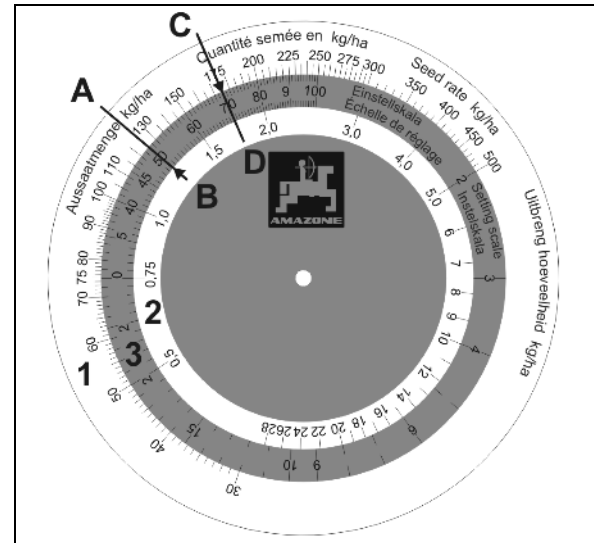

Рис. 96
9. Поворачивайте Фрикционное колесо при помощи рукоятки для регулировки нормы высева (Рис. 96/1) в направлении, указанном стрелкой, до тех пор, пока все камеры дозирующих валов не будут заполнены посевным материалом и не будет достигнута равномерность подачи семян в лотки.
13. Поворачивайте Фрикционное колесо при помощи рукоятки для контроля нормы высева (Рис. 96/1) в направлении, указанном стрелкой.